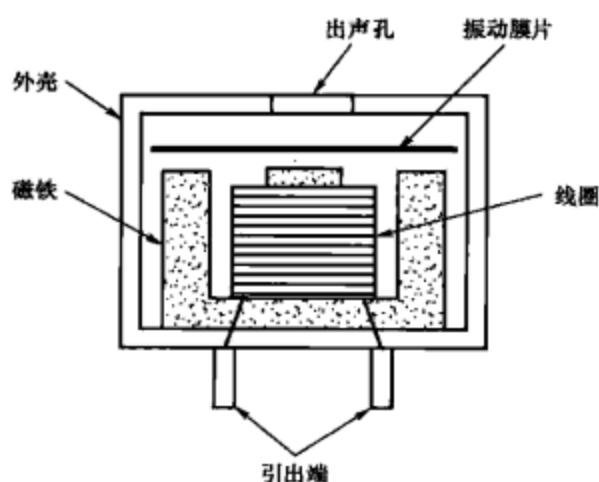

图 5-60
(1) 电磁讯响器是运用电磁原理工作的，其内部结构如图 5-60 所示，由线圈、磁铁、振动膜片等组成。当给线圈通以音频电流时产生交变磁场，振动膜片在交变磁场的吸引力作用下振动而发声。电磁讯响器的外壳形成一共鸣腔，使其发声更加响亮。